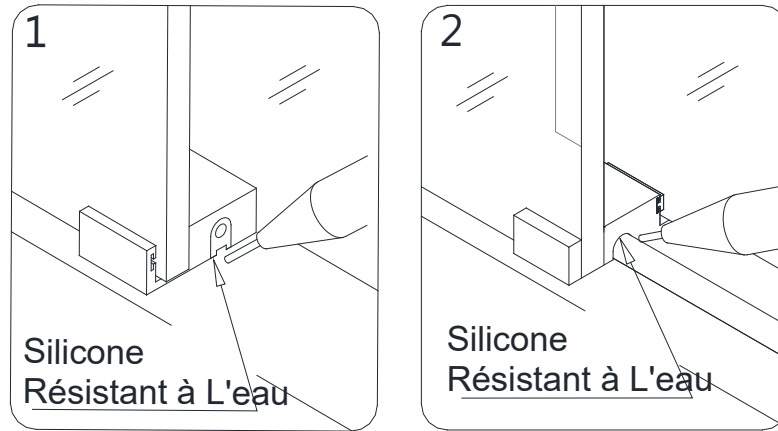

Fig. 26
22. Appliquez du silicone résistant à l'eau aux deux extrémités du **Joint D'étanchéité de Seuil (N° 15)**, autour du **Guide (N° 12)** et autour du **Capuchon de Fin de Seuil (N° 16)**. (**Fig. 26**)